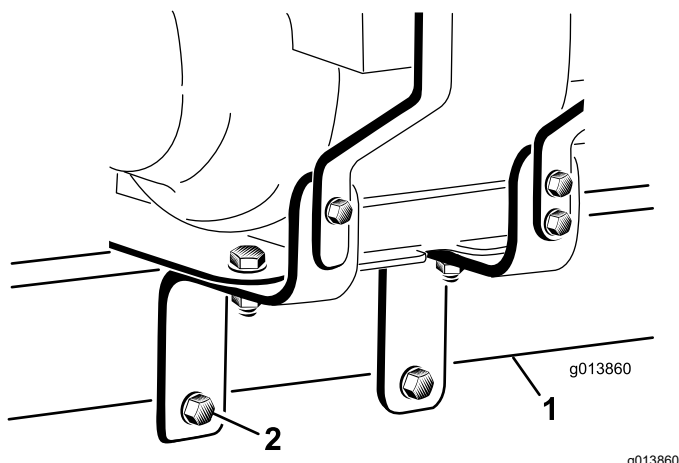

図7
8. エンジン取り付けブラケットの穴にボルト2本 $\frac{1}{2}$ " x 5"を通す エンジン取り付けブラケットの各外側面に平ワッシャが1枚当たるように、また、各ボルトがヒッチチューブの底を貫通するように取り付けること。ナット2個 $\frac{1}{2}$ "を図7のように手締めする。